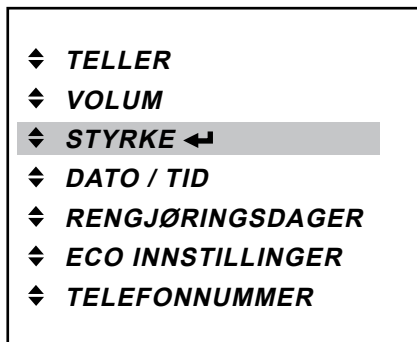

Fig. 40
1. Trykk enterknappen ◀ for å gå til «STYRKE» menyen (fig. 40).